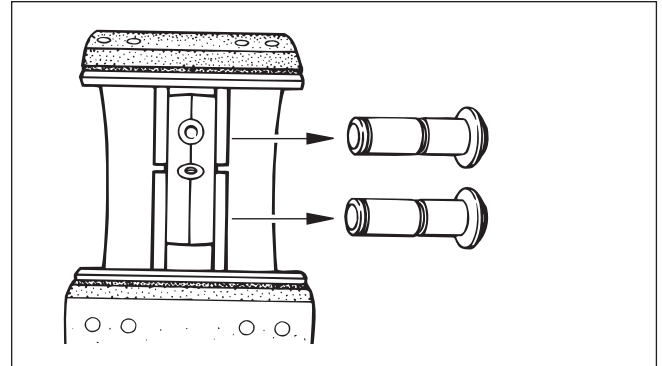

Figure 21 – Dépose des axes de segment
3. Faire sortir les axes avec un chasse-goupille en laiton ou avec un maillet, puis déposer les segments supérieur et inférieur. Cf. Figure 21.